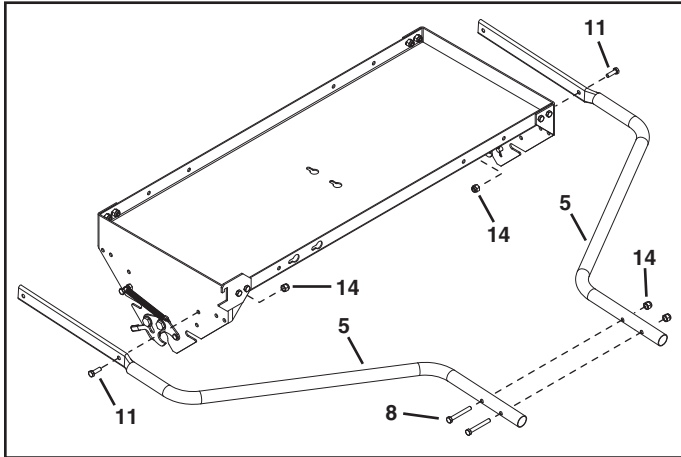

Figura 2
3. Fixe os tubos do engate (5) aos orifícios frontais da bandeja usando dois parafusos sextavados 5/16 x 1" (11) e porcas nylock 5/16" (14). Veja figura 2.
4. Segure as frentes dos tubos de engate juntas usando dois parafusos sextavados 5/16 x 2-1/2" (8) e porcas nylock 5/16" (14). **Não aperte ainda.** Veja figura 2.